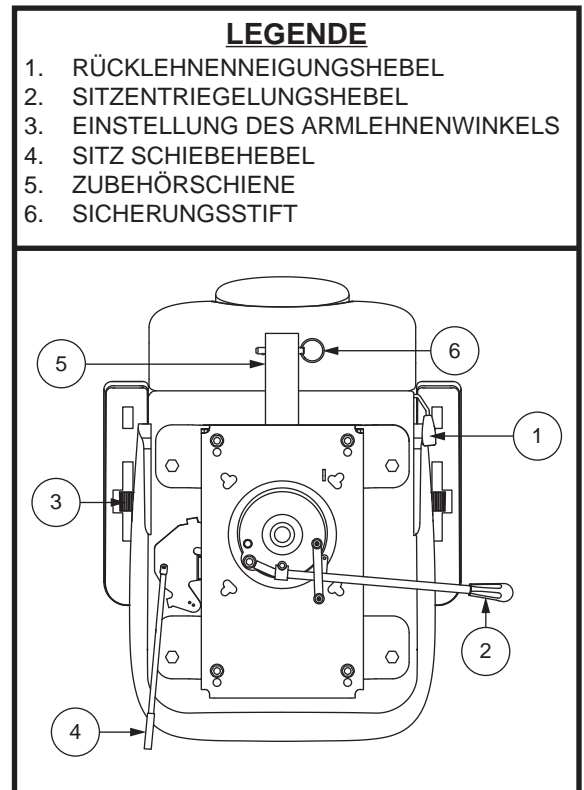

Abb. 20. Sitzeinstellungen – Stil B
Um die verstellbare Rückenlehne einzustellen, befolgen Sie diese Schritte. **Siehe Abb. 20.**
1. Drehen Sie den Hebel zur Verstellung der Sitzposition nach aussen. **Siehe Abb. 20.**
Der Armlehnenwinkel Ihres Elektromobils kann nach oben oder nach unten verstellt werden. **Siehe Abb. 20.**
Die Zubehörhalterung am Heck ermöglicht es Ihnen, persönliche Zubehörkomponenten wie Korb, Gehhilfe oder Sauerstofftank hinter dem Elektromobil anzubringen. Verwenden Sie den Sicherungsstift, um das Zubehörteil sicher an der Halterung zu befestigen. **Siehe Abb. 20.** Für weitere Informationen wenden Sie sich an Ihren Vertragshändler.